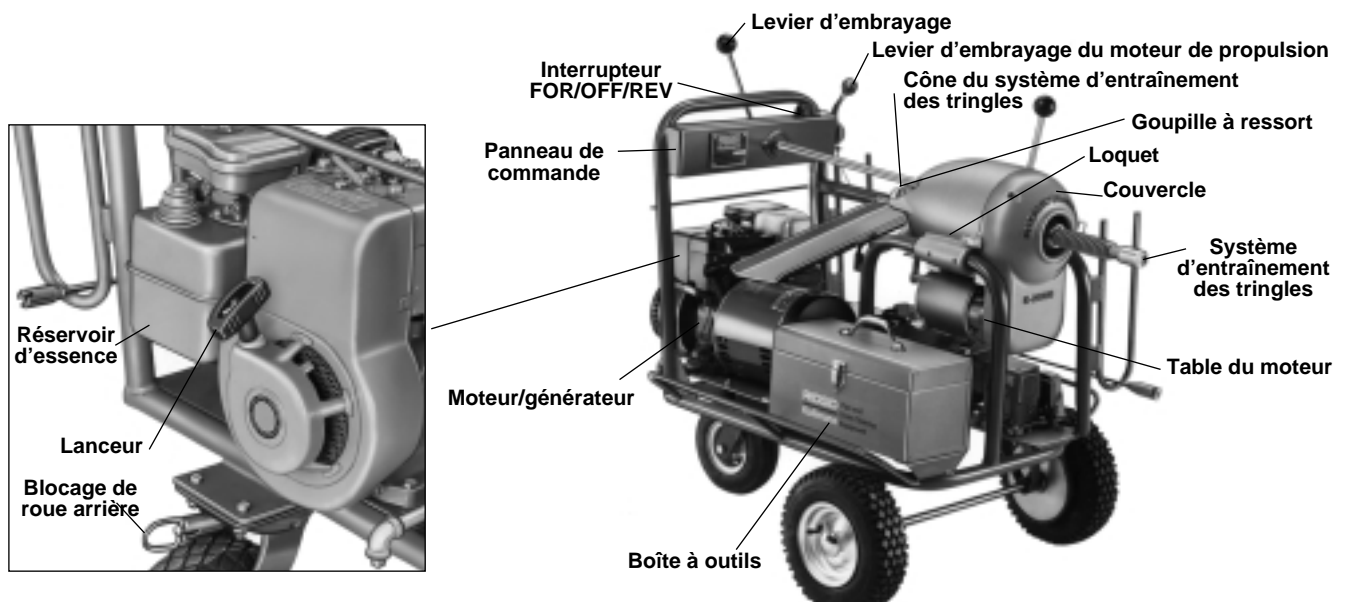

Figure 6 – La K-2000 avec système d'entraînement des tringles et levier d'embrayage monté sur le boîtier de commande à distance.
1. Ouvrez les deux loquets et enlevez le couvercle avant de la machine (Figure 6).
3. Mettez l'interrupteur **FOR/OFF/REV** du tableau de commande en position **FOR** (Figure 6).
4. Faites avancer la machine en poussant le levier d'embrayage du système de propulsion vers l'horizontale (Figure 6).